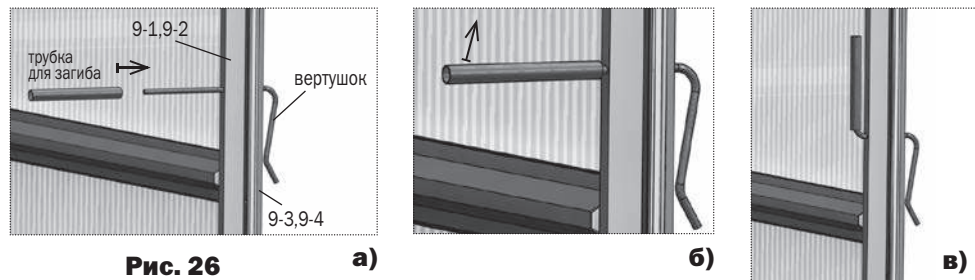

Рис. 26
**8.** Проволочный вертушок для запирания дверей и форточек вставляется в отверстия стоек дверного проема прямым концом с наружной стороны до упора. С помощью трубки выполняется загиб внутреннего прямолинейного конца рукой вверх (**рис. 26**). Такая конструкция вертушка позволяет упруго прижимать двери и форточки торцов в закрытом состоянии, находясь как снаружи так и внутри теплицы.